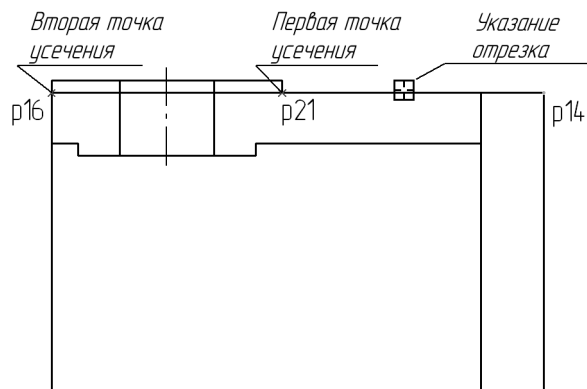

Рис. 51.59.
1.2. Укажите отрезок p16–p14 в любой его точке (рис. 51.59).